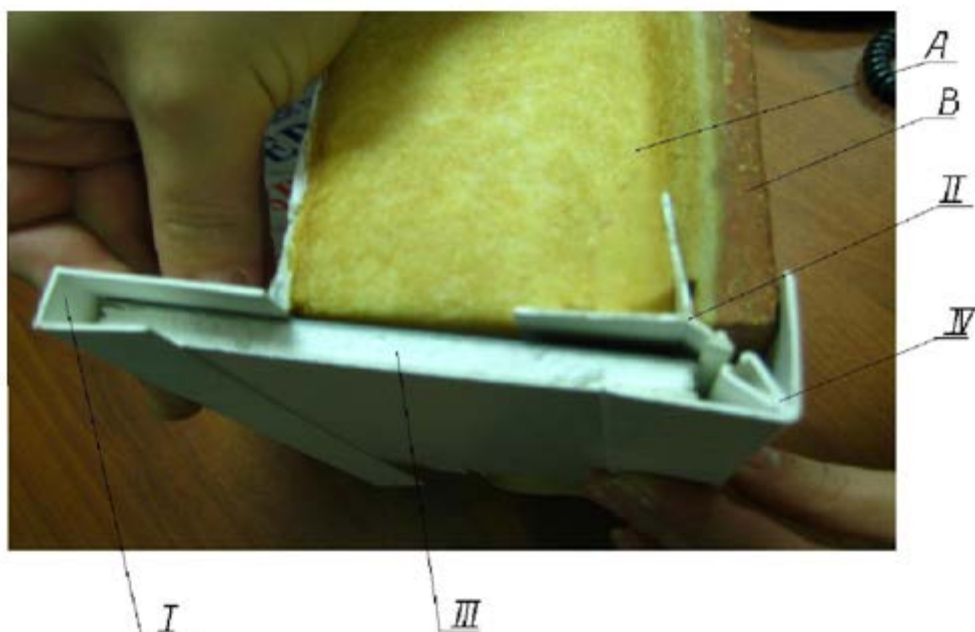

Рис. 4.13. Отделка откосов Сендвич панелями.
- установка профиля C (рис. 4.13, где I - конечный профиль, II — профиль D, III — Сендвич панель , IV — профиль C, А — пенополиуретан, В — клинкерная плитка.